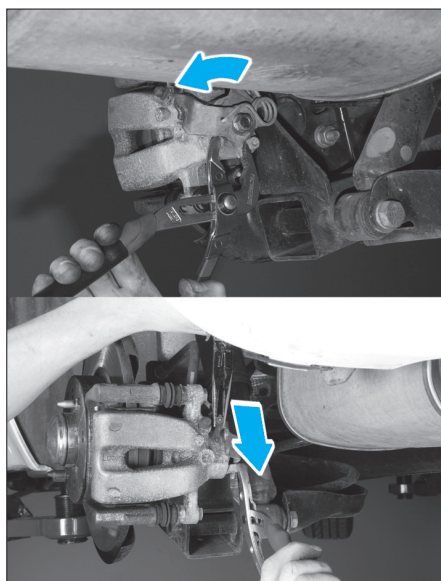

Fig. 14
- A l'aide de deux pinces, désengager le câble du frein à main comme illustré (Fig.14).